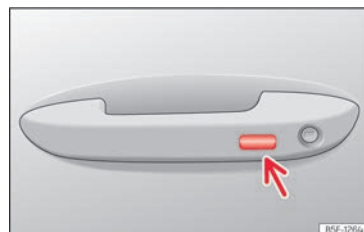

Abb. 88 Türgriff: Sensorfläche.
- ODER:** mit dem Keyless Access-System (nur Schließen): Finger einige Sekunden auf der Sensorfläche zur Verriegelung ››› (Abb. 88) (Pfeil) im Türgriff halten, um die Fenster und das Schiebedach zu schließen. Sobald Sie die Sensorfläche nicht mehr berühren, wird die Schließfunktion unterbrochen.
Halten Sie einige Sekunden lang einen Finger über die Sensorfläche zur Verriegelung »» (Abb. 88) (Pfeil) am Türgriff, damit das Dach geschlossen wird. Sobald Sie die Sensorfläche nicht mehr berühren, wird die Schließfunktion unterbrochen.